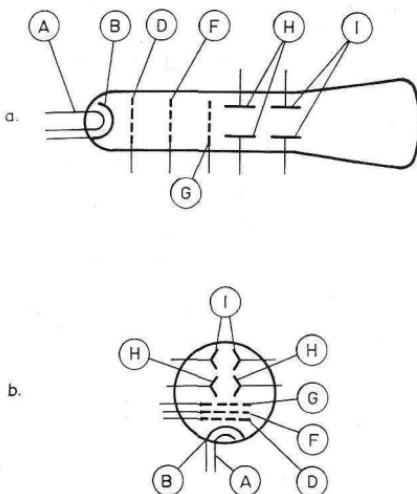

Fig. 45.03. Symboler for et katodestrålerør. Elektrodebetegnelsene er de samme som i figur 45.01.
For katodestrålerøret nytter vi vanligvis det symbolet som er vist i fig. 45.03 a eller b. Det symbolet som er vist i a er det mest vanlige, men det som er vist i b minner mer om symbolet for et vanlig elektronrør, og nytties i enkelte tilfelle. I disse symbolene er (A) glødestråden, (B) katoden, (D) styreelektroden, (F) fokuseringselektroden,